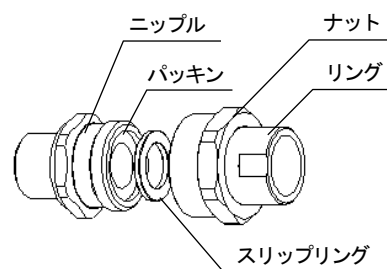

図 3
③-2 ニップルからナット、リング、スリップリング、パッキンを順に外してください。（図 3）